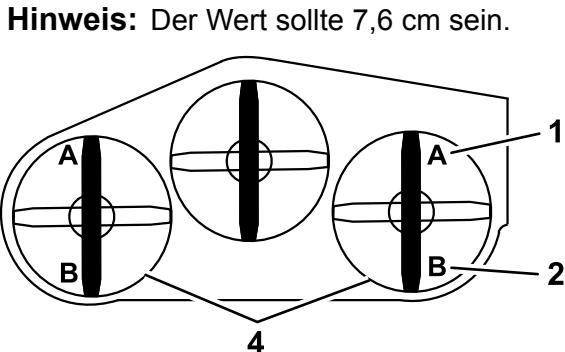

Bild 98
9. Messen Sie an beiden Seiten des Mähwerks den Abstand von der ebenen Fläche bis zur vorderen Messerspitze (Stellung A), wie in Bild 98 abgebildet.
16. Messen Sie an beiden Seiten des Mähwerks den Abstand von der ebenen Fläche bis zur hinteren Messerspitze (Stellung B), wie in Bild 98 abgebildet.